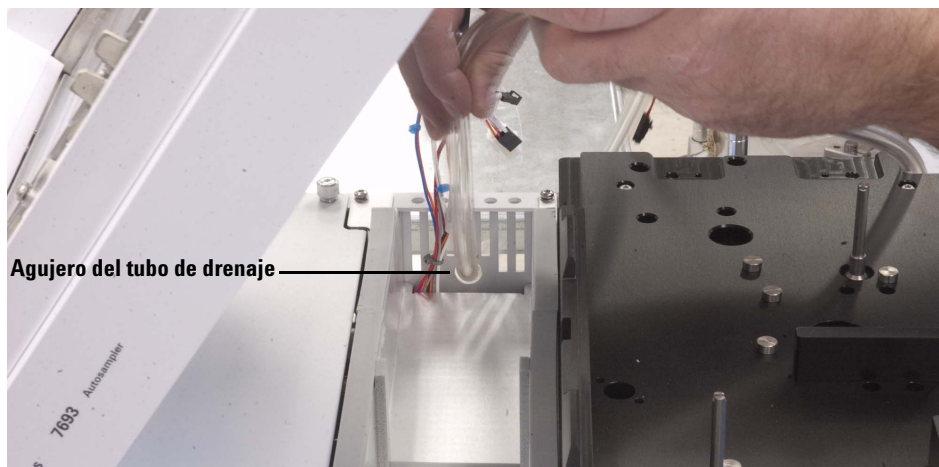

Figura 51 Colocación del tubo de drenaje por el agujero del chasis
- 36** Sostenga la bandeja de muestras encima de la estructura principal parcialmente en su sitio y pase el tubo de drenaje de plástico por el agujero de la parte posterior del chasis de la estructura principal (Figura 51).